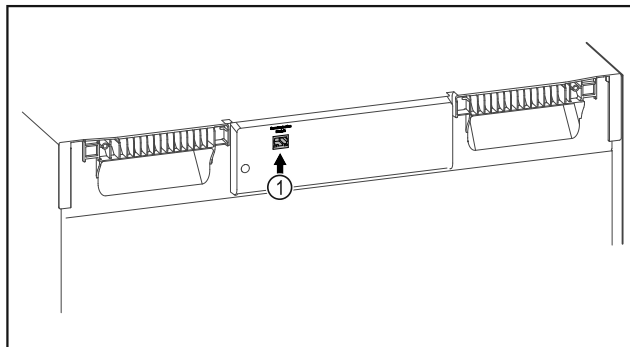

Fig. 95
- ☐ SmartModule Fig. 95 (1) este instalat.